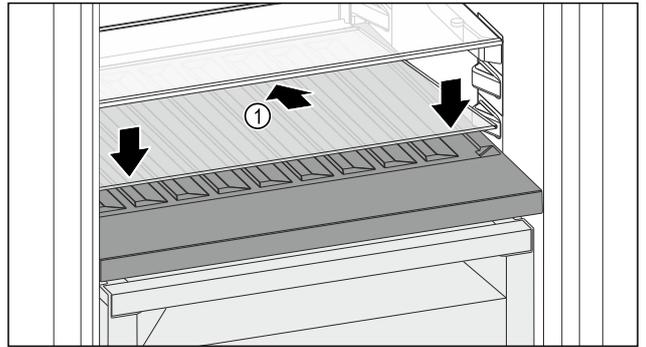

Fig. 86
- ▶ 向后下方倾斜放置玻璃隔板 Fig. 86 (1)。
- ▶ 放低玻璃隔板 Fig. 86 (1) 前部。